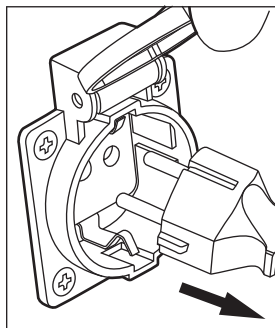

Рис. 19
1. Отключите потребители электроэнергии от розеток, расположенных на панели генератора (рис. 19).